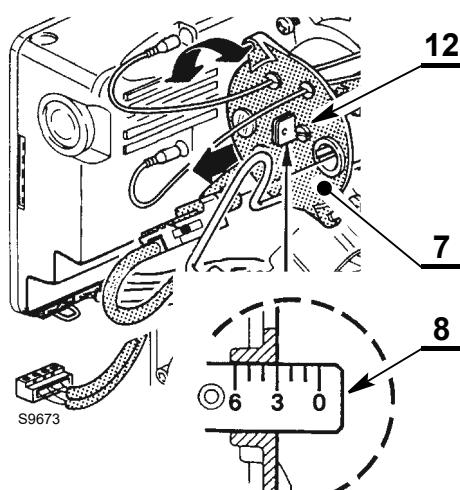

Fig. 9
- girar en sentido horario o antihorario el tornillo de regulación 12)(Fig. 9) hasta que la muesca de la brida de regulación 8)(Fig. 9) coincida con el plano exterior del conjunto porta-boquilla 7)(Fig. 9).
La brida de regulación 8)(Fig. 9) está calibrada en la muesca 3 y coincide con el plano exterior del conjunto porta-boquillas 7)(Fig. 9) como se indica en la Tab. G pág. 21.